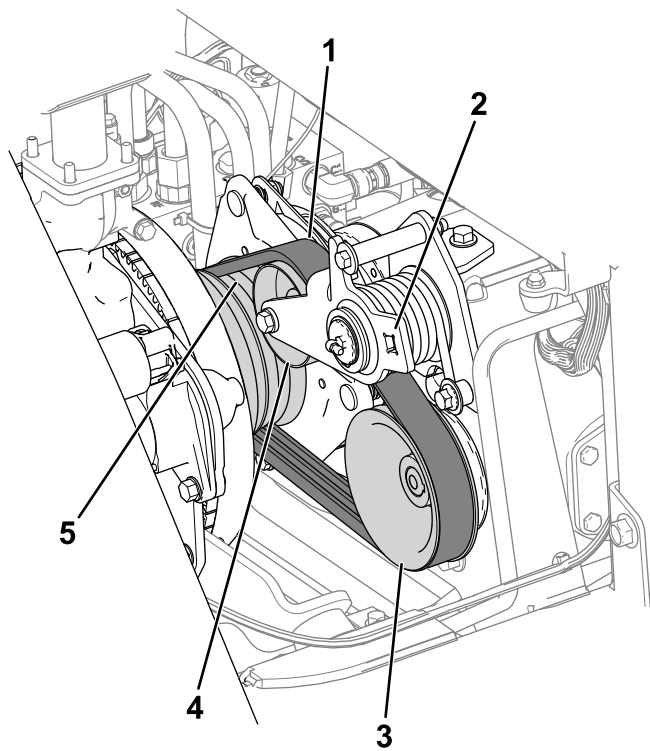

Figure 75
3. Acheminez la courroie sur la poulie du moteur, la poulie de tension et la poulie de la pompe (Figure 75).